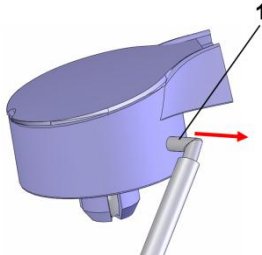

Abb. 18
5. Schlauchstecker mit Schlauch (Abb. 18/1) von Sekretflaschenanschluss entfernen.